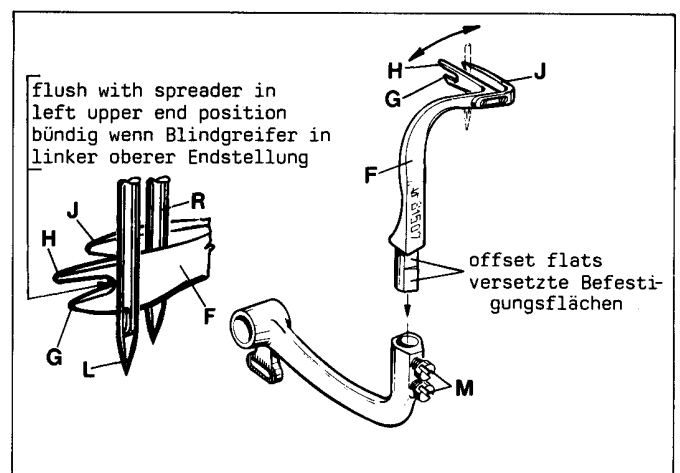
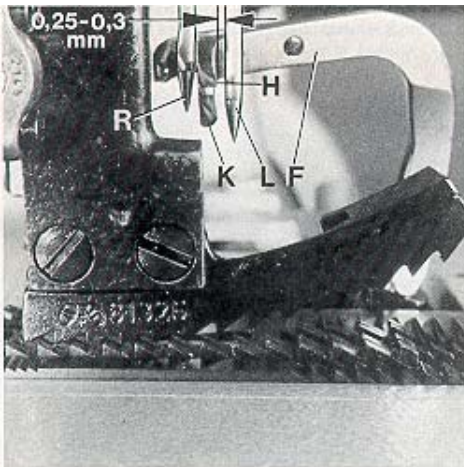

Fig.6
Fig.7
Before inserting a new spreader (F, Fig. 6) remove thread hook (J). This facilitates the visual check of the adjustment.
For adjustment of spreader (F, Figs. 6 and 7) with respect to the needles (L and R), the shank of spreader (F) has two offset flats.
First snug one screw (M, Fig. 6) on the flat of the spreader shank which obtains the following position of the spreader: When rotating the handwheel in operating direction spreader (F, Fig. 7) should pass with the tip of its upper prong (H) in a distance of 0.25 to 0.3 mm (.010 to .012") behind the left needle (L) and its face (K) should not contact the front of the right needle (R). Now tighten the second screw (M, Fig. 6).
In the extreme left upper end position of spreader (F, Fig. 6) la parte inferior del corte entre las tenazas del looper (G y H) should be flush with the left side of the left needle (L).
Remount thread hook (J, Fig. 6) on spreader (F).
Antes de colocar el nuevo spreader (F, Fig. 6) retire el gancho retenedor del hilo (J). Esto permite visualizar mejor el ajuste.
Para ajustar el spreader superior (F, Figs. 6 y 7) con respecto a las agujas (L y R) el cuello del spreader (F) tiene dos superficies planas.
Primero acomode un tornillo (M, Fig. 6) contra la parte plana del cuello del spreader, con lo cual se alcanzará la siguiente posición del spreader: Cuando se gire el volante en dirección de costura, el spreader (F, Fig. 7) debe pasar con la punta de su tenaza (H) a una distancia de 0.25 a 0.3 mm por detrás de la aguja izquierda (L) y su cara (K) no debe tocar el frente de la aguja derecha (R). Apriete el segundo tornillo (M, Fig. 6).
En la extrema posición superior izquierda del spreader (F, Fig. 6) la parte inferior del corte entre las tenazas del looper (G y H) debe estar al nivel del lado derecho de la aguja izquierda (L).
Monte de nuevo el gancho retenedor del hilo (J, Fig.6) en el spreader (F).